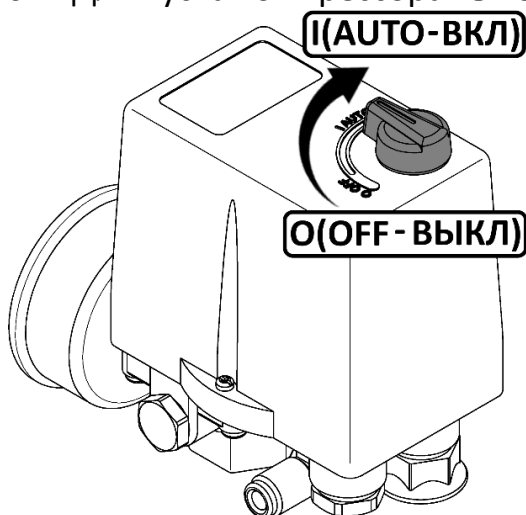
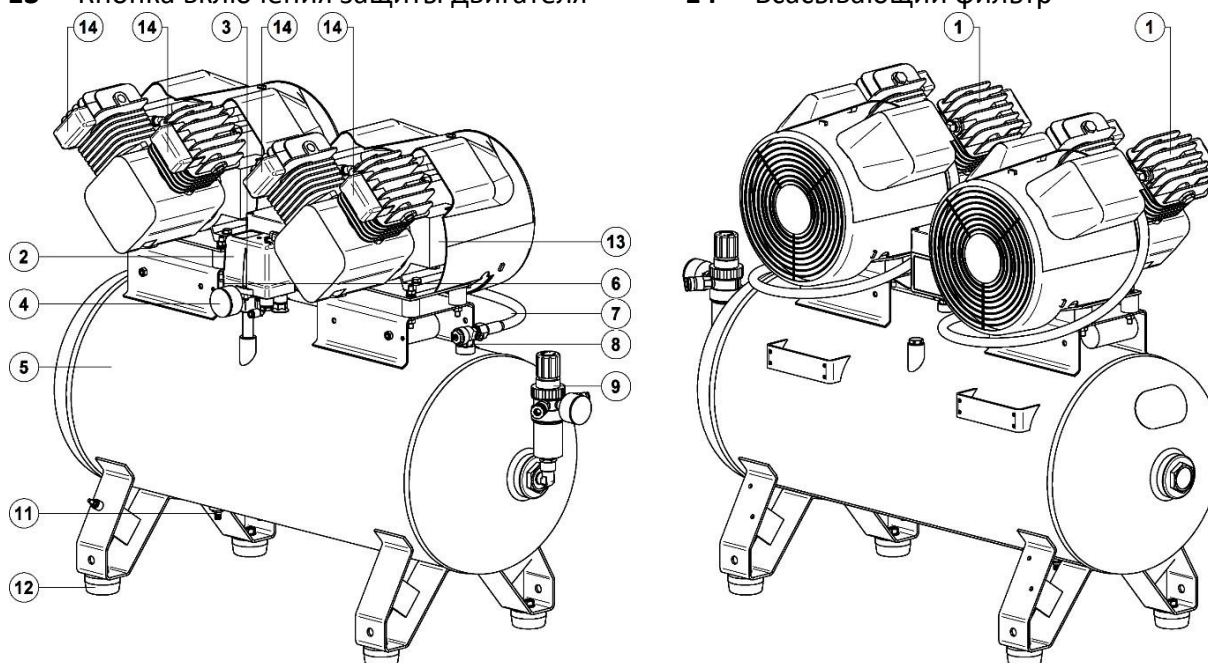

Рисунок 2
Рисунок 3 - Общий вид компрессора СБ4-100.VS204Т
- Проверьте, чтобы выключатель на реле давления находился в выключенном положении "0" (рисунок 2).
- Выключить компрессор выключателем **3** на реле давления (рис. 3, 4). Для этого необходимо переключить выключатель в положение "О" или "OFF", в зависимости от исполнения (рис. 2). После этого остановится электродвигатель и произойдет сброс давления из нагнетательного воздухопровода и поршневого блока.
- Переключите выключатель **3** на реле давления в положение "O" или "OFF", в зависимости от исполнения (рис. 2).
- Снимите крышку всасывающего фильтра **14**, вывернув винт (рис. 3, 4);